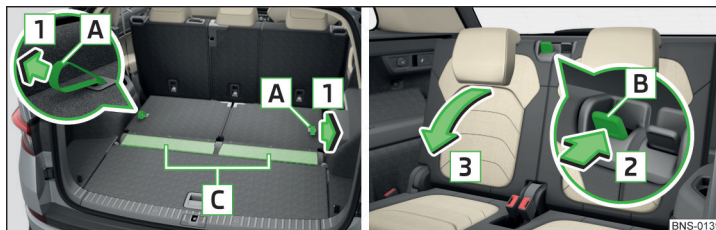

Fig. 93 Ridicarea/plierea spătarelor scaunelor
- ▶ Pentru **ridicare**, trageți de curelușă **A** în sensul săgeții **1** » fig. 93. După ridicarea sa, spătarul scaunului trebuie să se fixeze cu un sunet specific.